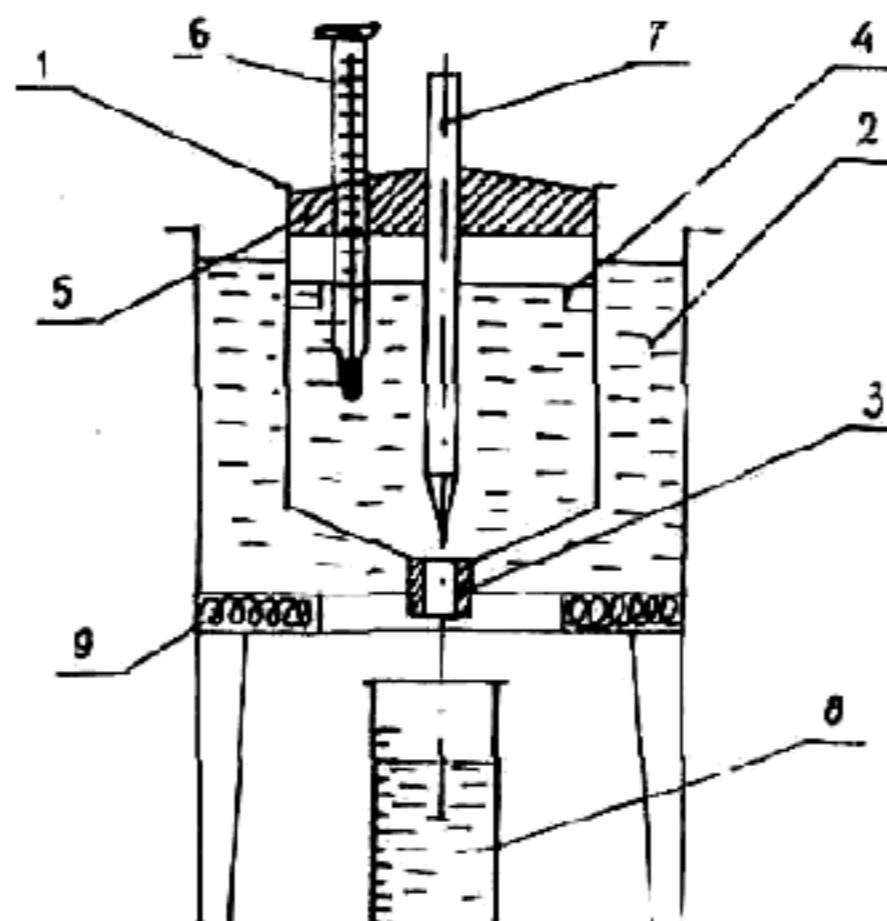

Рис. 2. Схема вискозиметра Энглера
Вискозиметр Энглера применяется для определения вязкости капельных жидкостей, вязкость капельных жидкостей, вязкость которых выше вязкости воды. Он относится к разряду условных приборов, в которых вязкость определяется по отношению к вязкости известной жидкости (дистиллированной воды). Вискозиметр представляет собой два концентрических вставленных друг в друга резервуара (рис.2.). Основной частью вискозиметра является ванна (1) (ее вместимость до остриев штифтов составляет 240 см3) с вмонтированным в ее дно суживающимся насадком (3) из нержавеющей стали. Площади сечения насадка на входе и выходе постоянны и соответственно равны 6,6 мм2 и 6,16 мм2. На внутренней поверхности ванны имеется три отметки (4), с помощью которых осуществляется контроль уровня замеряемой жидкости. Входное отверстие насадка закрывается стержнем (7). Сосуд имеет крышку (5) с отверстиями для запорного стержня и термометра (6). Ванна помещается в водяную баню (2), которая оборудована электроподогревающим устройством (9) - кипятильником. Температура воды в бане контролируется с помощью термометра (6). Имеется круглая площадка для мерного стакана (8) емкостью 200-500 мл.